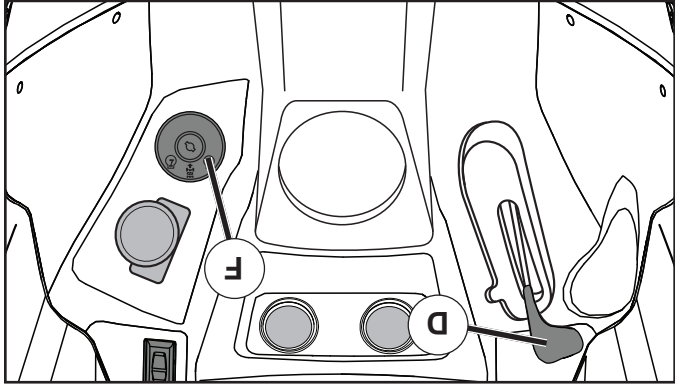

Fig. 6
## POUR UTILISER LA COMMANDE DES GAZ (D) (Voir la Fig. 6)